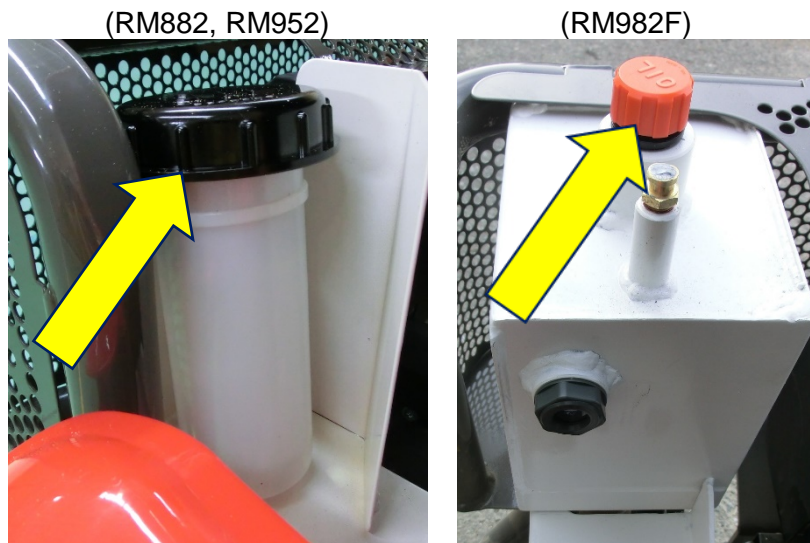

Figura 14
3. Con la macchina su di una superficie piana, rimuovere il tappo di rifornimento (Figura 14) e rifornire di olio fino al livello previsto. Utilizzare solamente il tipo di olio previsto. Durante il rifornimento prestare attenzione a non contaminarlo con polvere o sporcizia. Serrare il tappo.